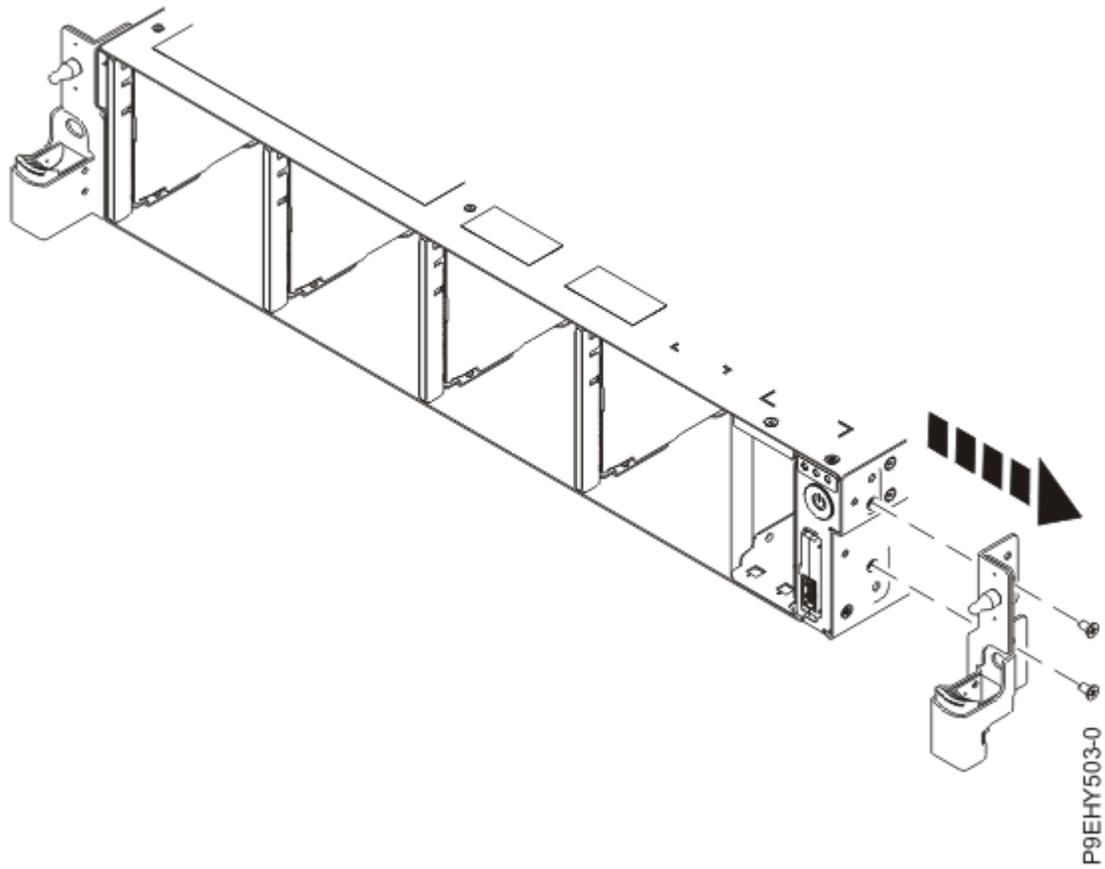

Figure 37. Retrait du support d'installation en armoire
7. Retirez le support d'installation en armoire du côté du système, comme illustré dans la Figure 37, à la page 56.